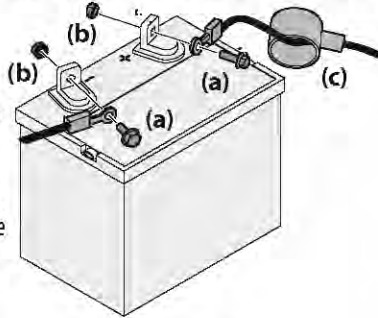

Figure 21
1. Retirez le protecteur en plastique, le cas échéant, de la borne positive. Connectez le raccord rouge à la borne positive (+) avec un boulon et un écrou. Voir Figure 21.
2. Retirez le protecteur en plastique, le cas échéant, de la borne négative et fixez le câble noir à la borne négative (-) avec un boulon (a) et un écrou (b). Voir Figure 21.